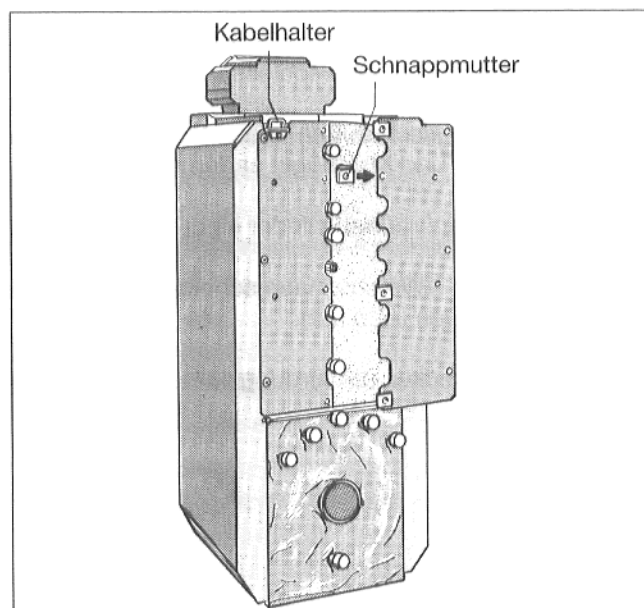

Abb. 19
- Bei einem Rückwandteil 4 Schnappmuttern über die Bohrung schieben (Pfeil – Abb. 19).
- Zweiteilige Speicher-Rückwandverkleidung mit Blechschrauben an Seitenwandabkantung rechts und links anschrauben (Abb. 19).
- Rückwandteile in der Mitte mit Schnappmuttern und Blechschrauben verschrauben (Abb. 19).
- Kabelhalter mit Blechschraube links oder rechts an Speicher-Rückwandverkleidung anschrauben (Abb. 19).